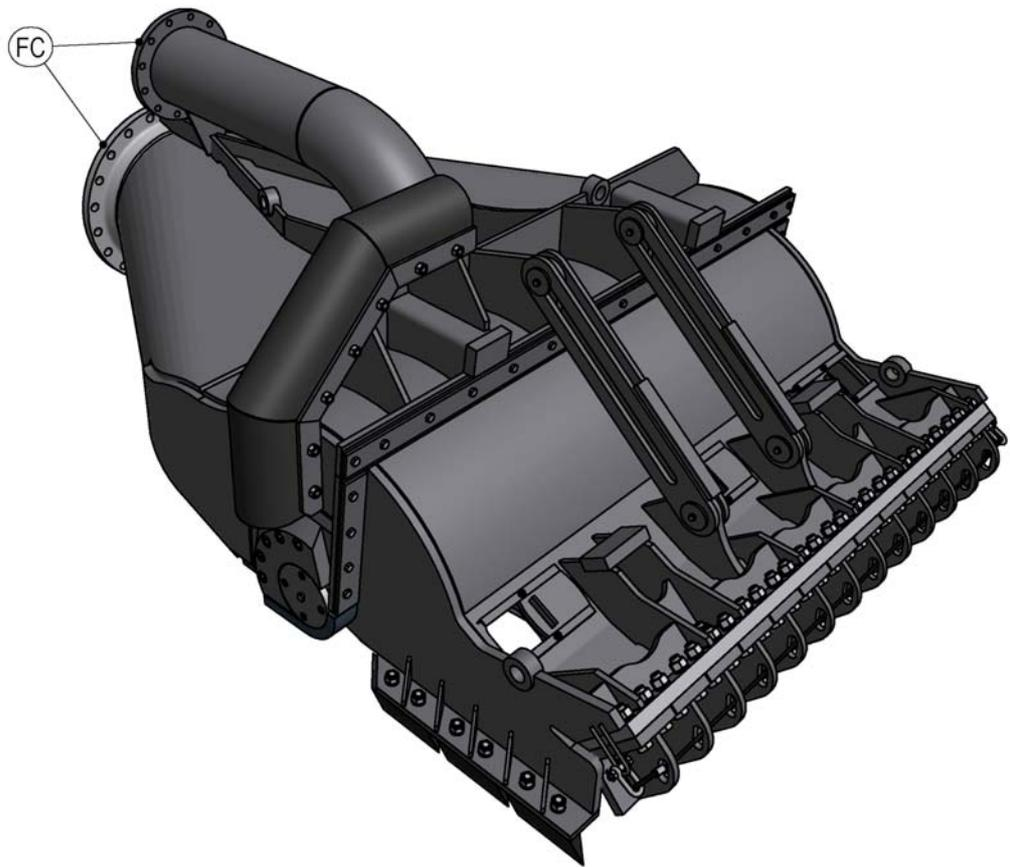

Figure 11 Remplacement de la tête de dragage
1. Vérifiez que la visière est en position (horizontale) inférieure (voir Figure 11).
3. Dévissez les boulons des raccordements de bride (FC).